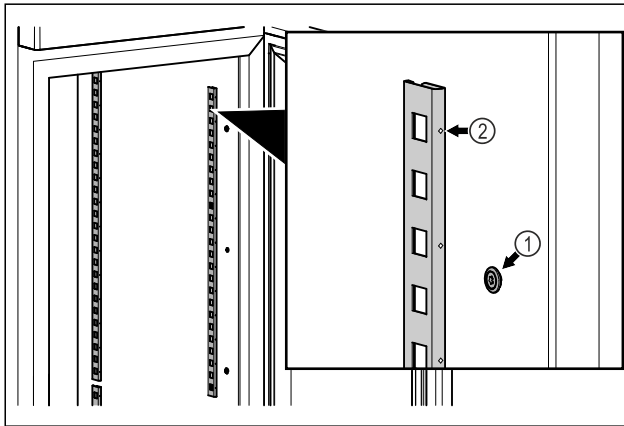

Fig. 15 Ενδεικτική απεικόνιση
- ▶ Αναρτήστε τα προφίλ ασφάλισης στην ανάρτηση Fig. 15 (1). Το σημάδι Fig. 15 (2) πρέπει να δείχνει προς τα εμπρός.